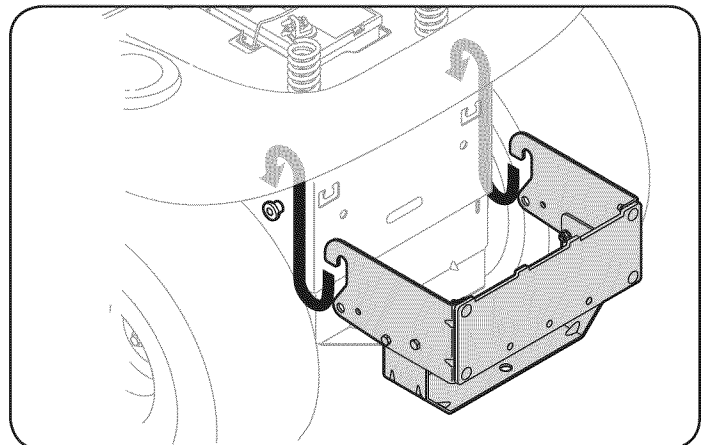

Figure 8
1. Coloque los extremos con gancho de la unidad de montaje de embolsado sobre los pernos con reborde, como en la Fig. 8, sobre el tractor y alinee el orificio del soporte de enganche de la unidad de montaje con el orificio del enganche del tractor.